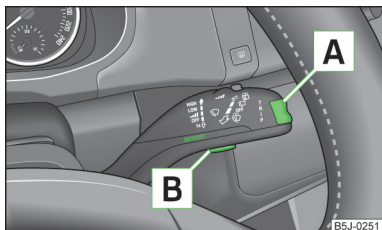

Fig. 24
- › Meniul principal **MAIN MENU** (meniul principal) se activează prin apăsarea lungă a tastei basculante **A** » fig. 24.
- Dacă pe afișaj sunt afișate mesaje de avertizare, acestea trebuie confirmate prin apăsarea scurtă a tastei **B** » fig. 24, pentru a apela meniul principal.
- Dacă pe afișajul MAXI DOT se afișează mesaje de avertizare, acestea trebuie confirmate cu tasta **[B]** » fig. 24 la pagina 36, pentru a apela meniul principal.